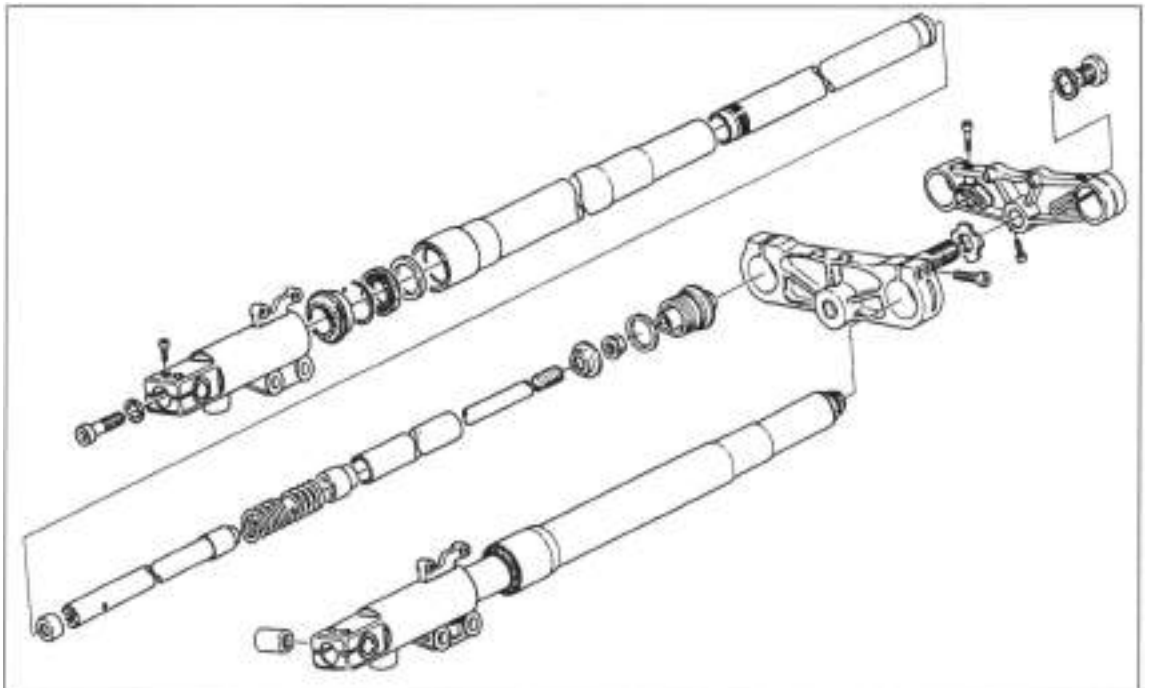

Bild 242
- Einzelteile der Gabel (Bild 242), insbesondere Gleitbuchsen und Wellendichtringe, mit sauberem Gabelöl anfeuchten.